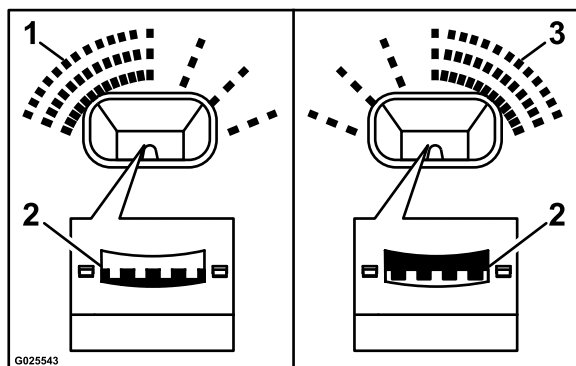
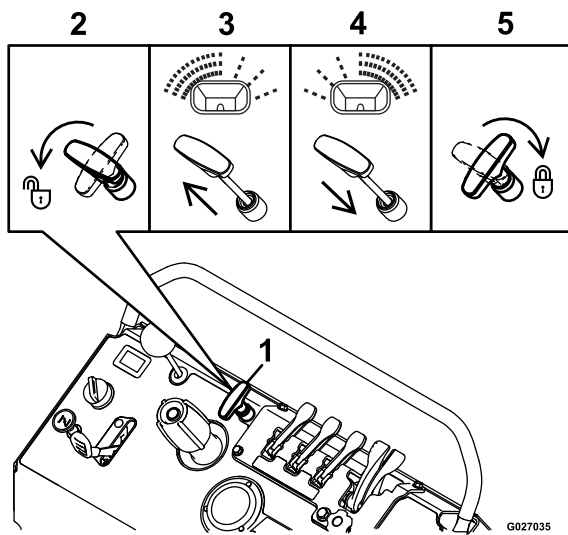

Figure 29
Figure 30
Si l'épandage s'effectue de manière inégale d'un côté à l'autre, trop léger/lourd d'un côté par exemple (voir Figure 29 et Figure 30), réglez la répartition d'épandage comme suit :
1. Débloquez la commande d'épandage en tournant la poignée dans le sens antihoraire de 90°, comme montré en 2 sur la Figure 30.
- Si la quantité épandue est trop importante sur le côté gauche de la machine, tirez légèrement la commande d'épandage vers le haut; voir 3 sur la Figure 30.
- Si la quantité épandue est trop importante sur le côté droit de la machine, poussez légèrement la commande d'épandage vers le bas; voir 4 sur la Figure 30.
- Bloquez la commande d'épandage en tournant la poignée dans le sens horaire de 90°; voir 5 sur la Figure 30.